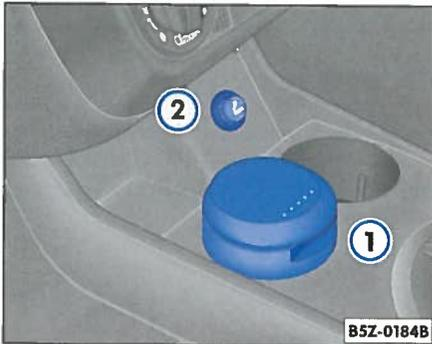

Abb. 72 Aschenbecher und Zigarettenanzünder
– Drücken Sie den Anzünderknopf des Zigarettenanzünders hinein ⇒ Abb. 72 ② ⇒ ⚠.
Der abgebildete Aschenbecher ⇒ Abb. 72 ① kann ebenfalls im hinteren Getränkehalter verwendet werden ⇒ Seite 91, „Getränkehalter hinten“ ⇒ Abb. 71.
– Zum Öffnen heben Sie den Deckel an ⇒ Abb. 72 ①.